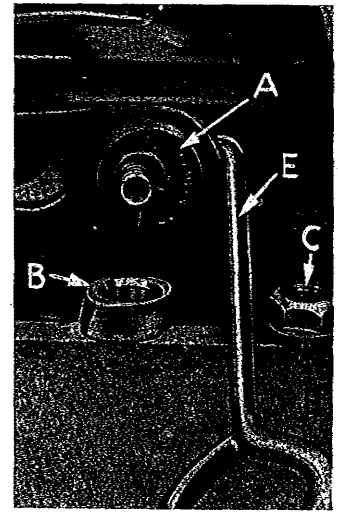

Fig. 11
Die Stichlänge wird durch den verwendeten Transportexzenter bestimmt. Die Maschinen in diesem Katalog sind normalerweise mit dem Exzenter A 10025 B-4 ausgerüstet. Beim Einbauen des Exzenters ist darauf zu achten, daß die Nabe und Ölnot nach links bzw. nach außen liegen (A, Fig. 11). Die schräge Seite des Distanzrings (B) muß auch nach links bzw. nach außen liegen, so daß der Freistich im Distanzring auf der Nabe des Exzenters liegt d. h. nach außen.